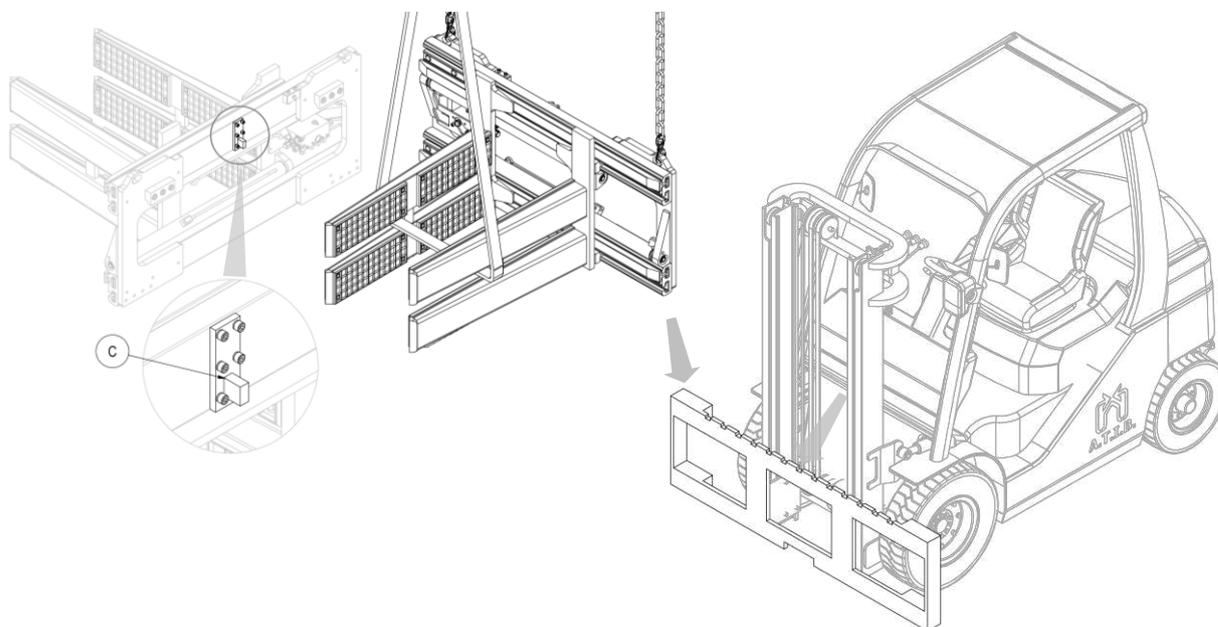

Figura 3
6. Agganciare quindi l'attrezzatura con un carroponete o un paranco di portata sufficiente e posizionarla sulla piastra porta forche, avendo cura di incastrare il dente di centraggio **C** nella tacca centrale della stessa (vedi *Figura 3*).